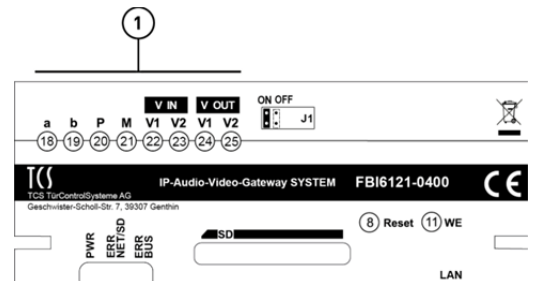

Abb. 4: Typenschild
- ▶ Schließen Sie die Leitungen a, b, P, M, V IN (V1 und V2) und V OUT (V1 und V2) gemäß Beschriftung **(1)** an (Abb. 4).